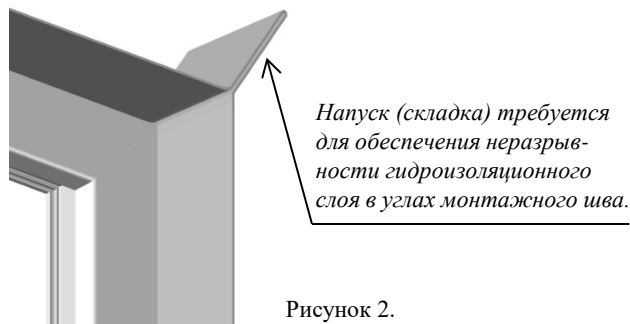

Рисунок 2.
- Не разматывая ролик, прижать ленту акриловой клеевой полосой к торцевой поверхности коробки оконного блока, начав приклеивание ленты снизу вертикального бруска коробки оконного блока, с учетом подставочного профиля. Далее произвести крепление на горизонтальный верхний брусок, оставляя напуски равные ширине ленты со стороны углов (см. рисунок 2).